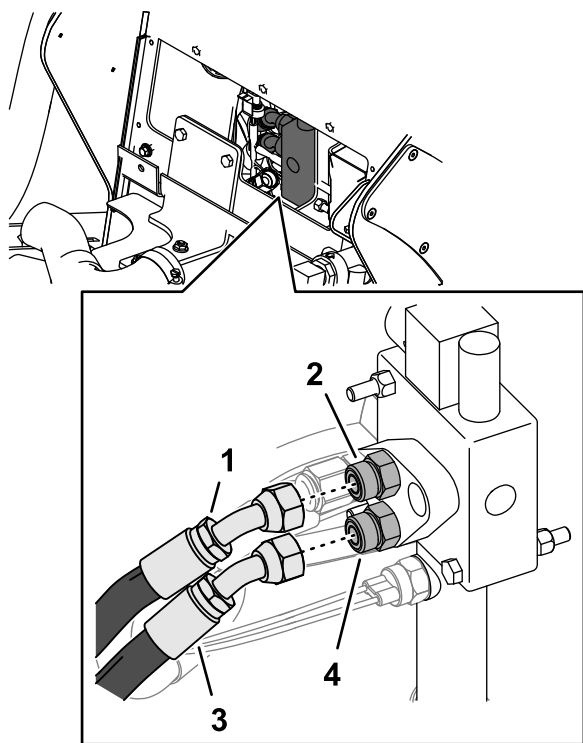

Figure 9
- 1. Marquez « Orifice B » sur le flexible de chargeuse supérieur et déposez le flexible du raccord du distributeur auxiliaire (Figure 9).